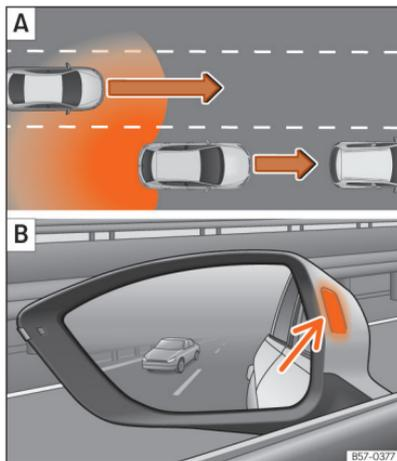

Fig. 129 Esquema: **A** Ultrapassagem com trânsito na parte traseira. **B** Indicação do assistente de mudança de faixa no lado esquerdo.
Nas seguintes situações mostra-se uma indicação na luz de controle »» **Fig. 129 B** (seta) ou »» **Fig. 130 B** (seta):
- Quando se é ultrapassado por outro veículo »» **Fig. 129 A**.